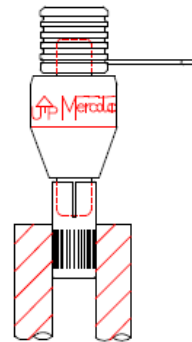

Рис.3 Установка мод.110-T
2. Соединитель можно держать или закреплять за корпус или пластиковые втулки (Рис. 2), однако он не предназначен для механических нагрузок. Один из концов соединителя не должен иметь жёсткого крепления, а приводиться исключительно присоединёнными проводами. В горизонтальном положении, для уменьшения нагрузок на подшипник должен вращаться корпус соединителя. (Исключение составляет модель 110.) Надеваемые контакты (наконечники) имеют подпружиненное соединение с контактами соединителя. Пластмассовый наконечник, обычно, надевается на часть с подшипником (Рис. 3). **Никогда жёстко не подсоединяйте оба конца соединителя. Это приведёт к его поломке.** Эксцентриситет при установке не должен превышать 0,13 мм.